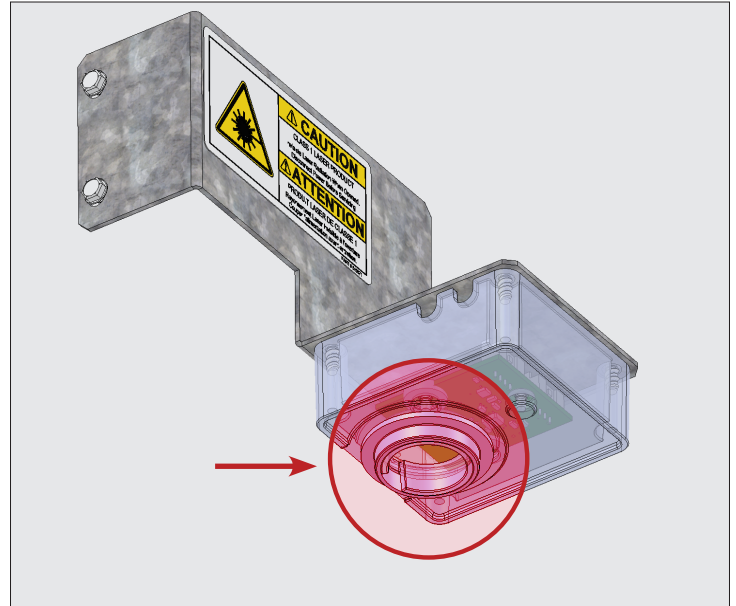

Abb. 2. Ort der Linse des Eisfüllstandensors.
4. Ziehen Sie die Baugruppe heraus und drehen Sie sie um, um die Linse freizulegen. Siehe Abb. 2.